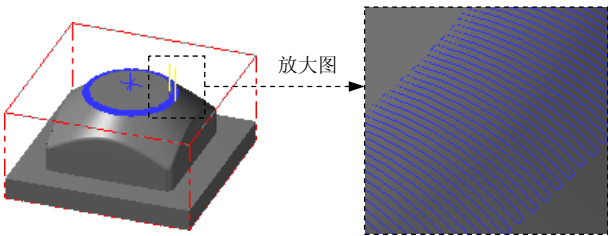
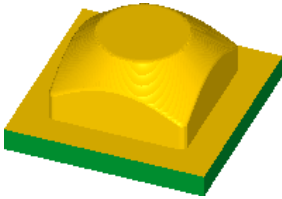

图 6.24 刀具路径
图 6.25 仿真结果图
(5) 单击“定义刀具-机床群组-1”对话框中的 按钮，完成刀具参数的设置。
Step6. 设置精加工放射状参数。在“曲面精加工放射状”对话框中单击 **放射状精加工参数** 选项卡，然后在 **最大角度** 文本框中输入 0.5，其他参数设置保持系统默认设置。单击“曲面精加工放射状”对话框中的 按钮，同时在图形区生成图 6.24 所示的刀具路径。
(1) 在 **刀具路径** 选项卡中单击 按钮，然后单击“模拟已选择的操作”按钮 ，系统弹出“验证”对话框。
(2) 在“验证”对话框中单击 按钮。系统将开始进行实体切削仿真，结果如图 6.25 所示，单击 按钮。